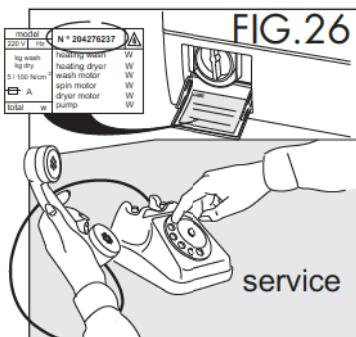

FIG.26
- 3) El número de matrícula que se encuentra en la placa ubicada en el interior del portillo del filtro (Fig. 26).